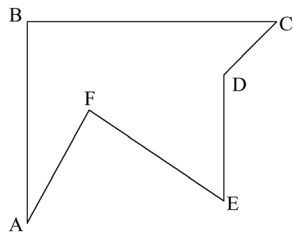

图 3-1 键盘输入绘制直线
(1) 利用键盘输入坐标绘制图 3-1 所示图形。键盘输入坐标可以精确绘图。
结果如图 3-1 所示。